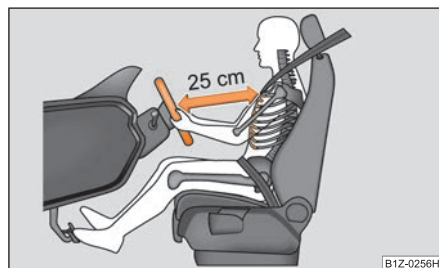

Fig. 168 Distanța corectă a conducătorului față de volan
- Reglați astfel scaunul conducătorului auto încât distanța dintre volan și torace să fie de cel puțin 25 cm ⇒ fig. 168.
- Între conducător și volan trebuie să existe o distanță de cel puțin 25 cm ⇒ fig. 168. Dacă nu se respectă această distanță, sistemul airbag nu își poate exercita eficiența maximă – Pericol!